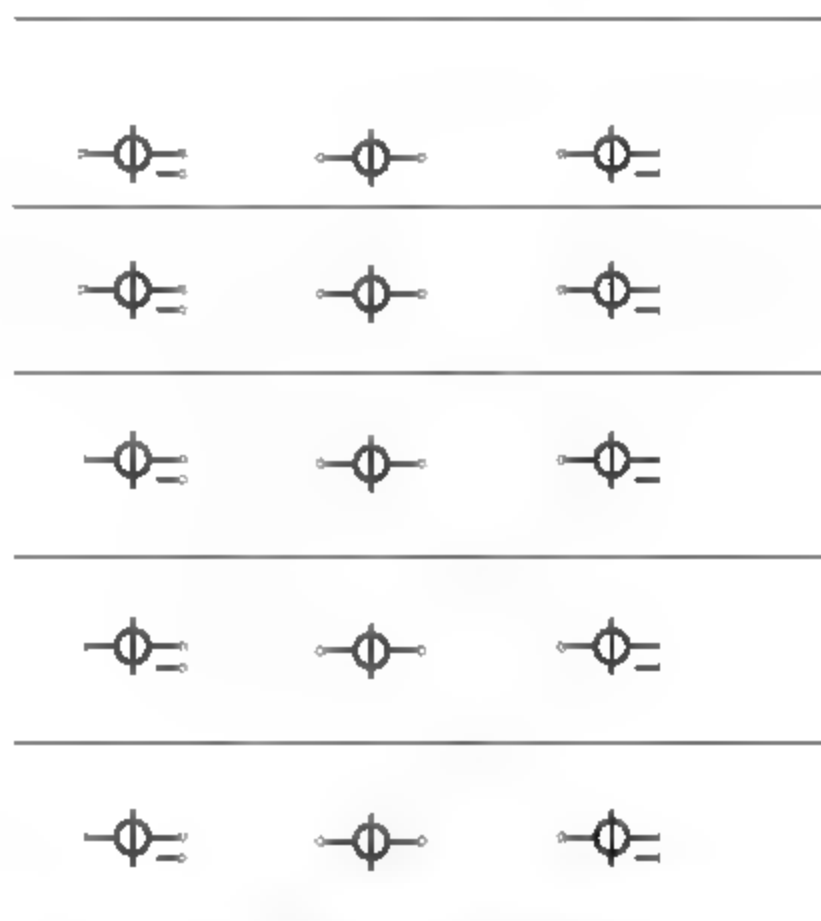

图13-31 布置分支器
**02** 在本书配备资源中的“素材\第13章\电气图例.dwg”文件中选择分支器图块，将其复制至系统图中，如图13-31所示。